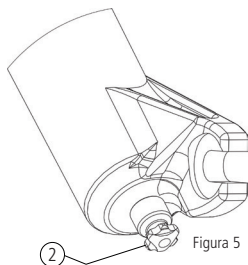

Figura 5
Para regular a velocidade de retorno utilize o botão (2) que está localizado na parte inferior do monobloco na perna hidráulica (Figura 5).